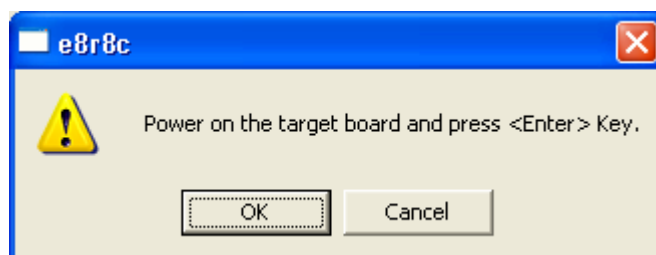

图 3.17 电源接通要求信息的对话框
(10) 如果没有选定[Power supply is carried out.(MAX 300mA)]复选框，就显示如图3.17所示的对话框。